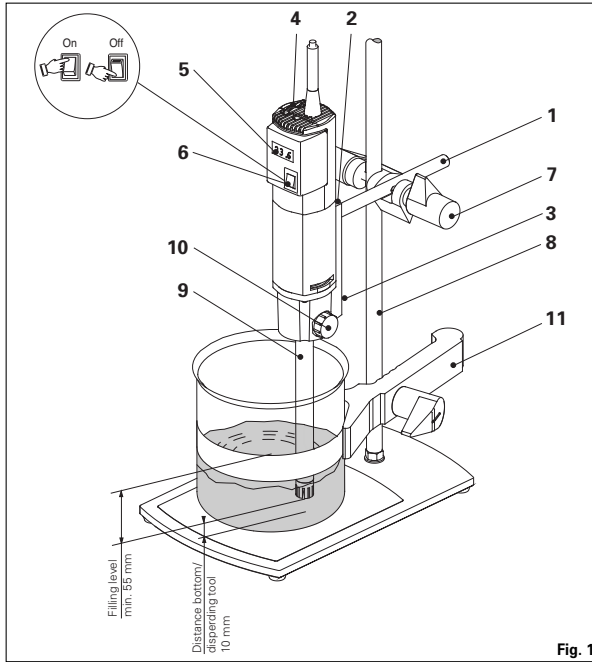

Fig. 1
- Halten Sie den Mindestabstand von 10 mm zwischen Dispergierwerkzeug und Gefäßboden ein (Fig. 1).